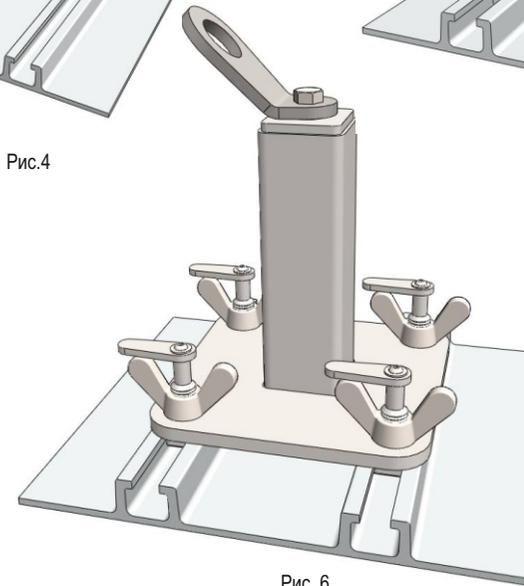

Рис.6
- Поверните флажки на 90 градусов (перпендикулярно монтажным рельсам). Затяните гайки-барашки с усилием «от руки» (рис.6).